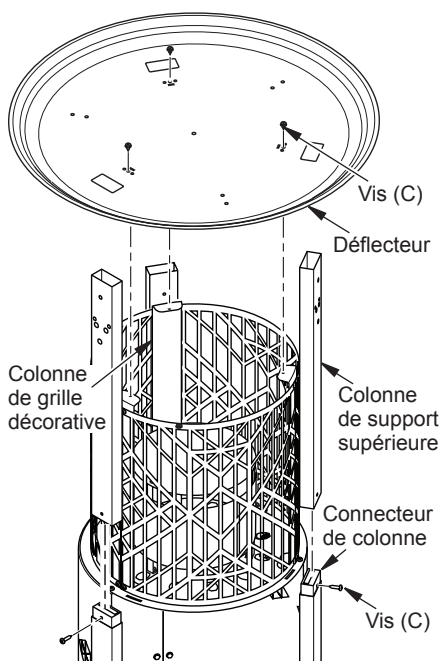

Figure 8 - Assemblage du déflecteur et des colonnes supérieures
14. Placez les 3 colonnes du haut sur les connecteurs des colonnes. Fixez chaque ensemble avec une vis (C) chacun (voir figure 8).
15. Placez le déflecteur sur les colonnes de support supérieures et les colonnes des grilles décoratives. Fixez le déflecteur aux colonnes avec 3 vis (C). Voir figure 8.